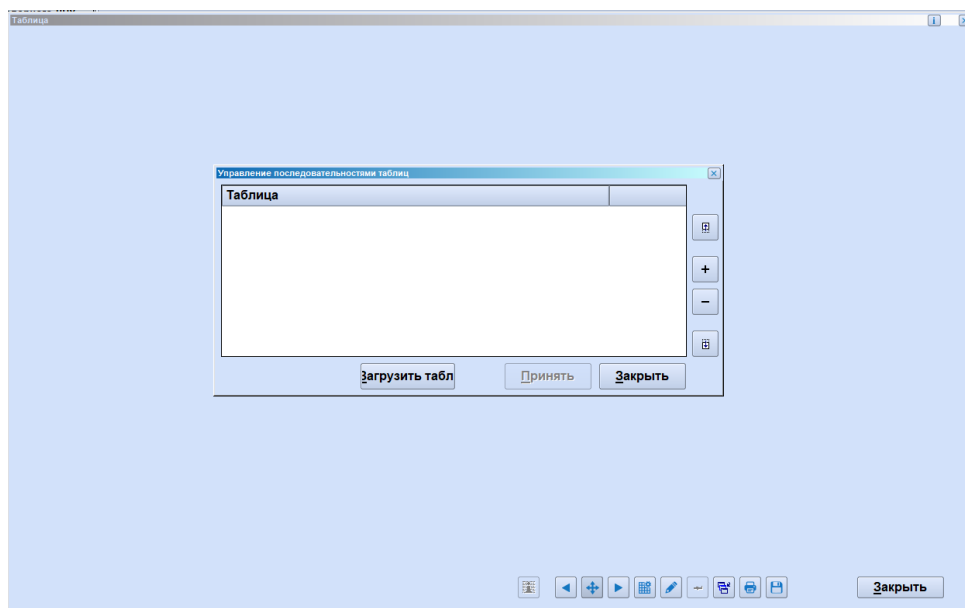

Рисунок 3.36 – Окно создания сборной таблицы
1) Выбрать пункт меню Создать новую таблицу – откроется окно «Управление последовательностями таблиц» (Рисунок 3.36).